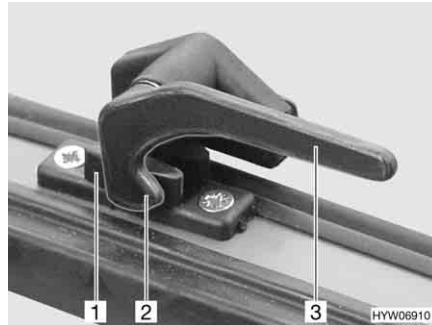

Bild 70 Verriegelungshebel in Stellung "geschlossen"
- Den Verriegelungshebel (Bild 70,3) eine viertel Umdrehung zur Fenstermitte hin drehen.
- Den Verriegelungshebel (Bild 70,3) eine viertel Umdrehung zum Fensterahmen hin drehen. Die Verriegelungsnase (Bild 70,2) liegt auf der Innenseite der Fensterverriegelung (Bild 70,1).
- in Stellung "fest verschlossen" (Bild 70)